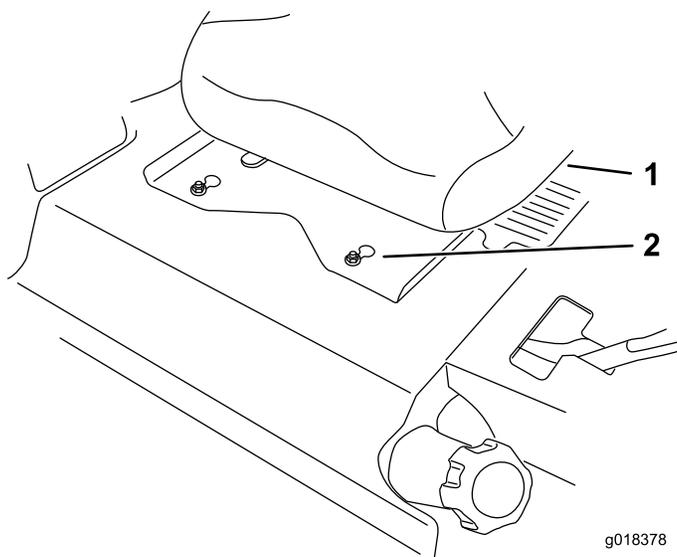

Figure 62
7. Faites coulisser le siège et son plateau en avant pour faire passer les écrous avant par l'encoche en trou de serrure (Figure 62).